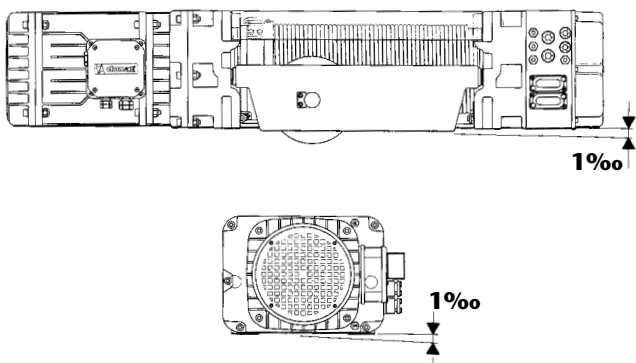

fig. 26
- **Esecuzione appoggiata**, su una superficie che consenta il fissaggio dei golfari avente una **tolleranza di planarità** tra i punti di appoggio  $\leq$  di  $\pm 1\text{‰}$ . (fig. 26).